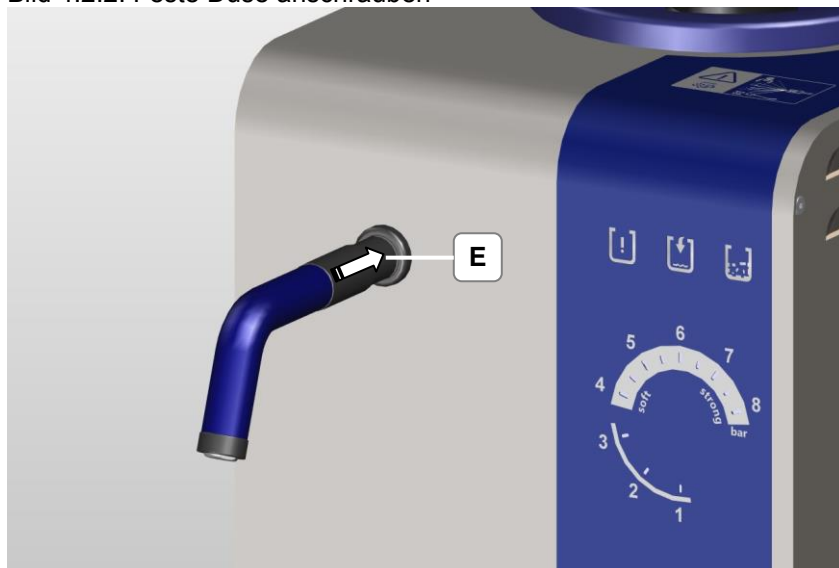

Bild 4.2.3: Schwarze Schutzhülse über die Mutter schieben
5. Schieben Sie die schwarze Schutzhülse in Pfeilrichtung über die Mutter (Bild 4.2.3).